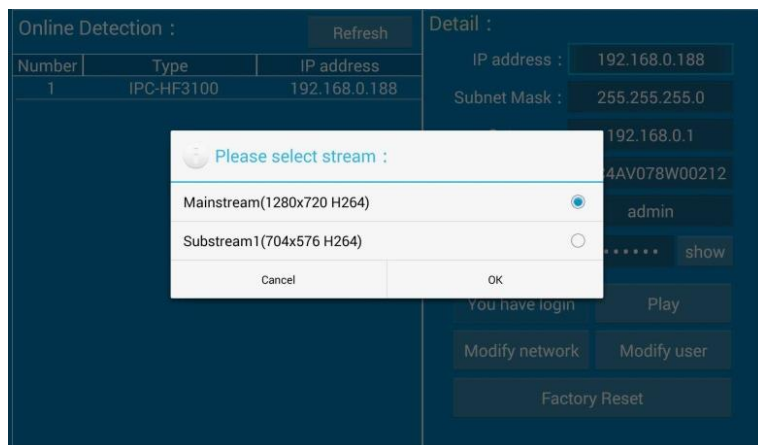

Рис. 163 Выбор видеопотока для тестируемой видекамеры
4. Если видекамера поддерживает выбор из нескольких потоков, выберите нужный, рис. 163